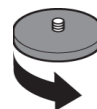

Fig.43
- 6- Enlever manuellement les filtres latéraux, centrales ou en dévissant la bague en nylon noir. (Fig.43)